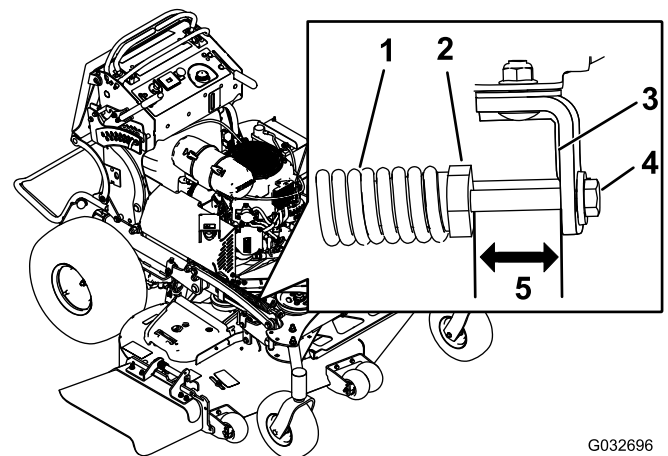

Figura 93
2. Compruebe la distancia entre la tuerca del muelle y el lado trasero del soporte de montaje soldado (Figura 93).
3. Asegúrese de que la longitud sea de 47 a 50 mm (1.8" a 2") (Figura 93).
4. Si es necesario, ajuste la distancia ajustando el perno situado en la parte delantera del soporte de montaje (Figura 93).